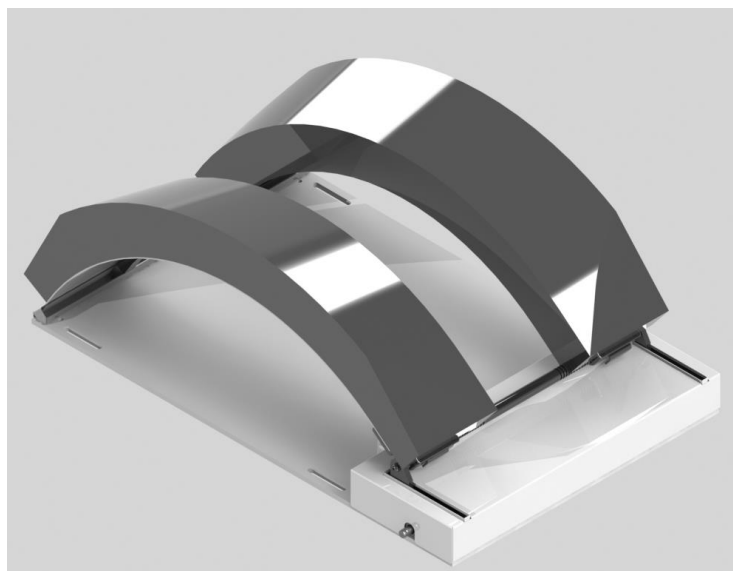

Рисунок 18. Мостик подъемный для спинальной хирургии
10. Мостик подъемный для спинальной хирургии (Рисунок 18). Обеспечивает стабильное и удобное положение для операций на позвоночнике. Позволяет настраивать в оперативном режиме на желаемый прогиб, чтобы получить оптимальное воздействие на хирургическое место. Подушки обеспечивают оптимальную безопасность и комфорт пациента. Поставляется в комплекте с рукояткой кривошипа и 2 подушками.